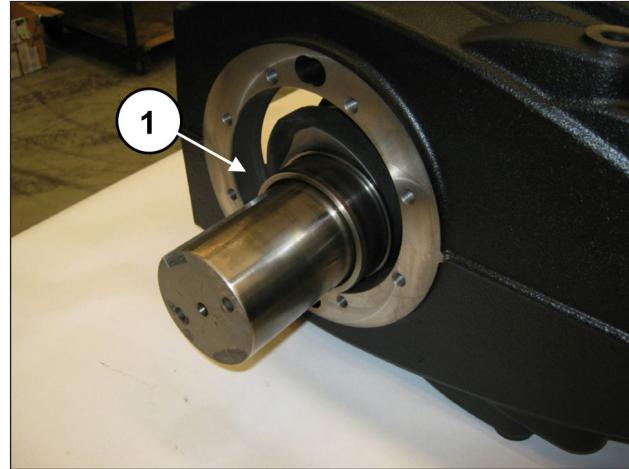
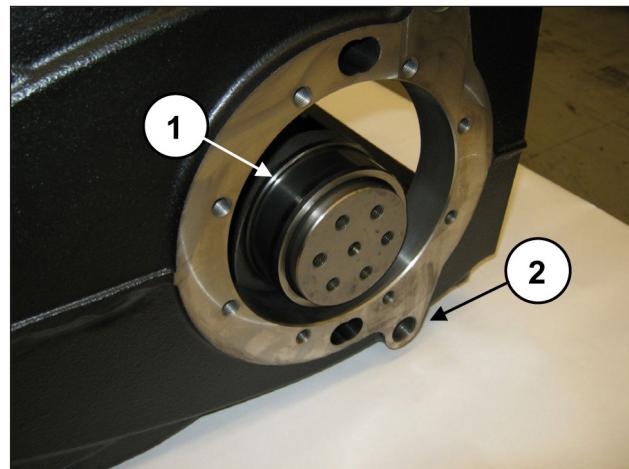

Abb. 51
Abb. 52
Bauen Sie die Kurbelwelle unbedingt mit der Zapfwellenseite entgegengesetzt zu den Bohrungen G1/2" für die Ölablassverschlüsse des Pumpengehäuses ein (Pos. ②, Abb. 52).
Führen Sie die Welle vollständig in das Gehäuse ein (Pos. ①, Abb. 51 und Abb. 52).